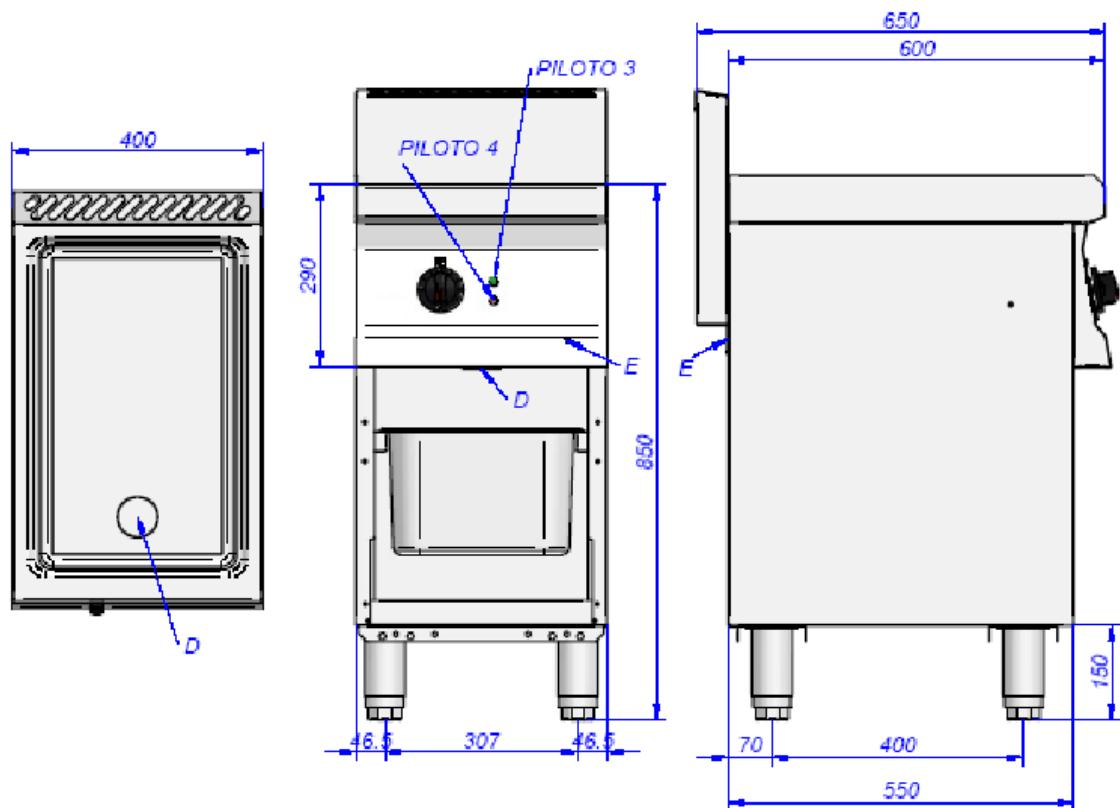

Fig.1
Pasar el cable manguera por el prensa-estopas indicado en el punto E (Fig.1) y conectar en la regleta de conexiones.
- b) Girar el mando del regulador en sentido horario hasta que se encienda el piloto 4 (Fig. 1). La máquina está conectada,
- c) Girar el mando del regulador en sentido horario a la posición deseada, (TABLA 2). Se enciende el piloto 3 (Fig. 1).